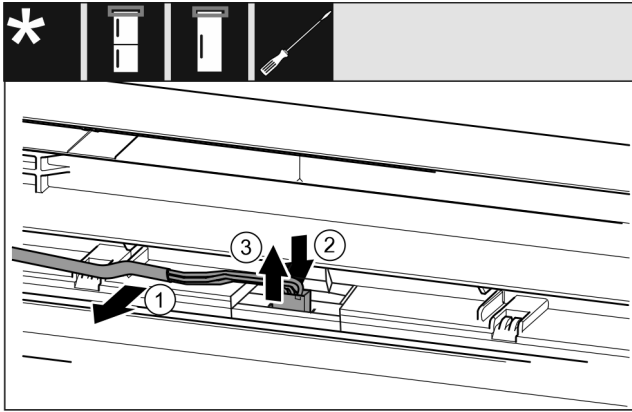

Fig. 10
- ▶ Desprindeți cu precauție cablul gri din ghidaj în ușă. Fig. 10 (1)
- ▶ Apăsați eclisa din spatele fișei spre înapoi. Fig. 10 (2)
- ▶ Extrageți cu precauție fișa în sus. Fig. 10 (3)